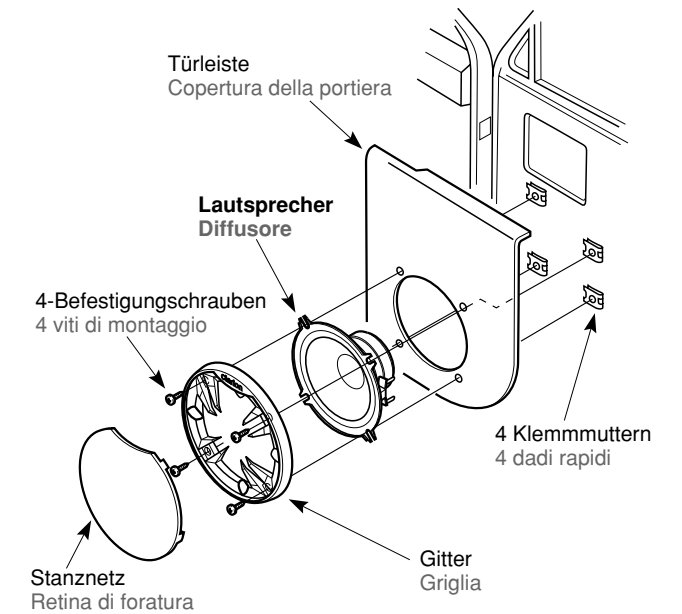

Abbildung 4 / Figura 4 (SRS1326)
- Die Klemmmuttern in die Schraubenlöcher in der Türleiste einsetzen und dann die Befestigungsschrauben zur Montage des Lautsprechergitters verwenden. (Abbildung 4)